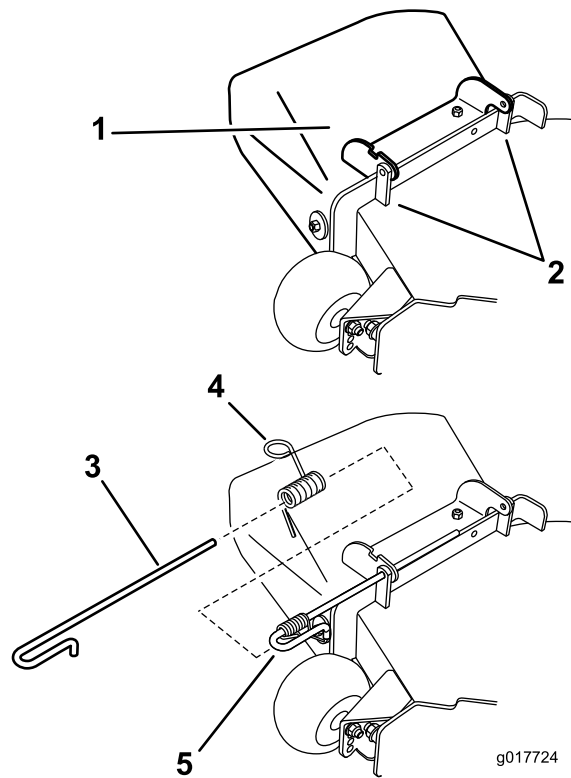

Figura 71
1. Desenganche el muelle de la muesca del soporte del deflector, y retire la varilla de los soportes soldados de carcasa, el muelle y el deflector de descarga (Figura 71). Retire el deflector de descarga dañado o desgastado.
2. Coloque el nuevo conjunto del deflector de descarga con los extremos de los soportes entre los soportes soldados de la carcasa, según se muestra en la Figura 71.